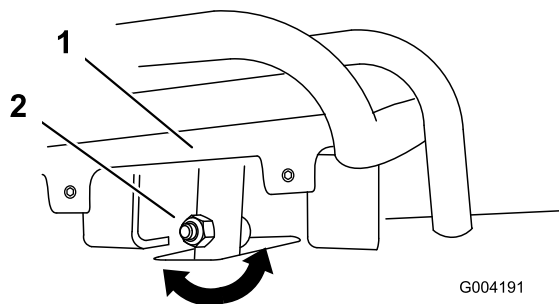
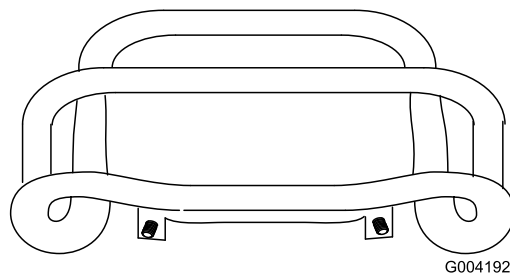

Bild 49
Bild 50
4. Wenn die Vorderseite des Fahrtriebs nicht bündig und gleichmäßig am Anschlagbügel bleibt, lösen Sie die Bundmutter und die Schraube im Schaft des Fahrtriebs (Bild 49).
5. Stellen Sie den Fahrtrieb so ein, dass er bündig am Anschlagbügel bleibt, wenn er gerade nach hinten gezogen wird (Bild 49 und Bild 50).